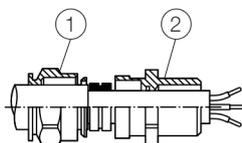

Abbildung 6: Kabelverschraubung anziehen
Die IP-Schutzart IP66 / 67 wird nur durch Montage des schwarzen Neoprendichtringes zwischen Kabelverschraubung und Gehäuse sowie Einhaltung des Anzugsdrehmoments von 3,6 Nm (Abbildung. 6, Pos. ②) erreicht.
5. Kabelverschraubung anziehen, bis das Kabel fest von dem Dichtungsring umschlossen ist (Abbildung 6, Pos. ①). Am Gehäuse nicht mehr als auf das 1,5-fache des angegebenen Drehmoments (siehe Montagehinweise) festziehen!